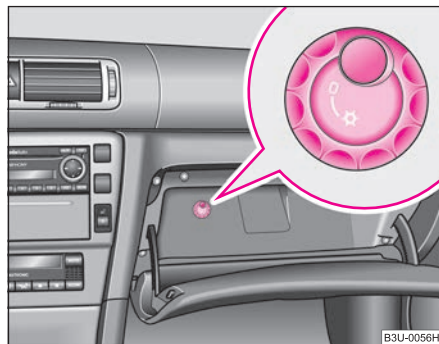

Fig. 95 Torpedoul:
- Porniți, respectiv opriți răcirea de la întrerupătorul ⇒ fig. 95.